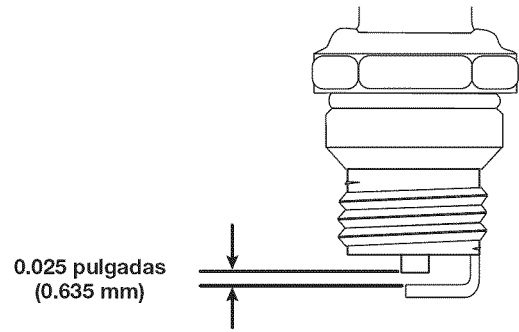

Fig. 19
4. Use un calibrador de hoja para ajustar abertura de la bujía a **0.025 pulgadas (0.635 mm)** (Fig. 19).